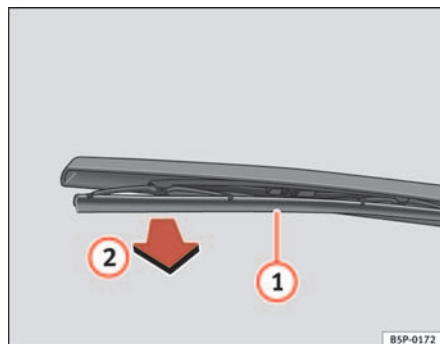

Abb. 160 Scheibenwischerblatt hinten auswechseln
⇒ Abb. 160.
- Hängen Sie das Wischerblatt ① aus und ziehen Sie es heraus
② ⇒ Abb. 160